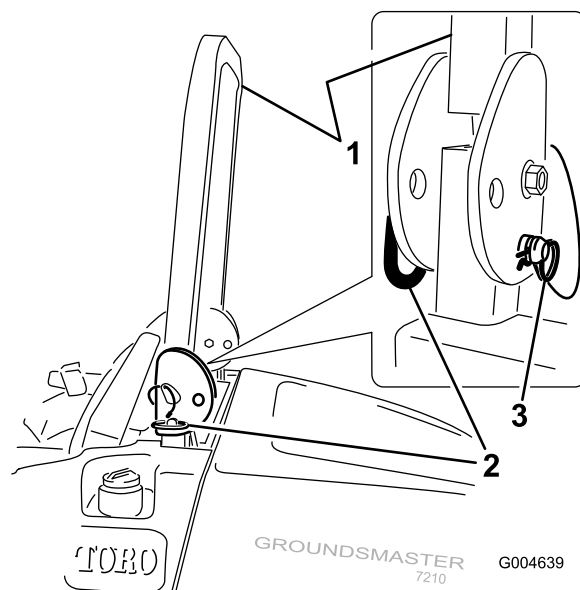

Figure 3
4. Pour abaisser l'arceau de sécurité, retirez les goupilles fendues, poussez l'arceau de sécurité contre les ressorts et retirez les deux goupilles (Figure 3).
6. Placez les deux axes et fixez-les avec les goupilles fendues (Figure 3).
7. Pour relever l'arceau de sécurité, retirez les goupilles fendues puis les deux axes (Figure 3).
8. Relevez complètement l'arceau de sécurité puis insérez les deux axes et fixez ces derniers avec les goupilles fendues (Figure 3).